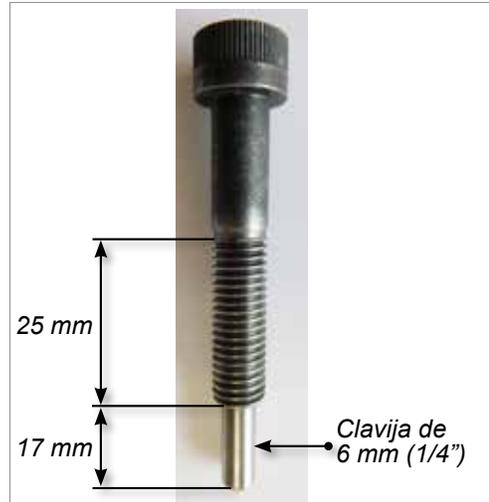

Figura 19-7 Perno de gato M10-1.5 (SHCSM10X50-A)
- Perno de gato M10-1.5 (SHCSM10X50-A): consulte la Figura 19-7